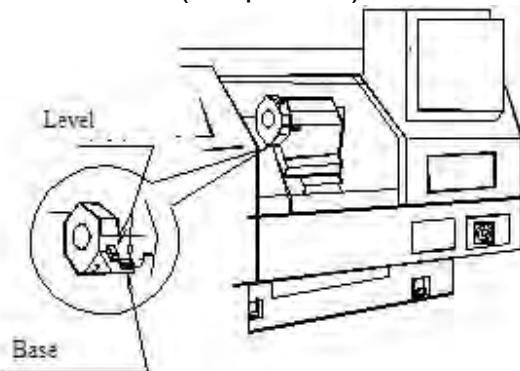

Рис. 25 Схема установки уровня
- ① Зажать тестовую деталь (длина зажима: 15-20 мм) с плотно затянутым центром задней бабки.
- ② Проточите тестовую деталь.
- ③ Измерьте конусность обработанной детали индикатором (измеряя между А и В).
- ④ Извлеките деталь и выдвините шпиндель задней бабки. Закрепите индикатор на переднем конце шпинделя задней бабки и отрегулируйте стрелку его на ноль («0»).
- ⑤ Ослабьте 4 блокировки винта, чтобы корпус задней бабки освободился от основания.
- ⑥ Регулирование горизонтального направления центрирования может быть достигнута регулировкой винтов, установленных на переднем и заднем концах корпуса задней бабки. При регулировке ослабьте винт с одной стороны и поверните винт с другой стороны, наблюдая за показанием индикатора, настраивая шпиндель задней бабки на половину разности измеренного значения (А-В).
- ⑦ Повторите точение после затягивания 4 винтов.
- ⑧ Если конусность тестовой детали , повторите шаги ③ - ⑦.
- Проверка уровня станины (см. рис. 25)